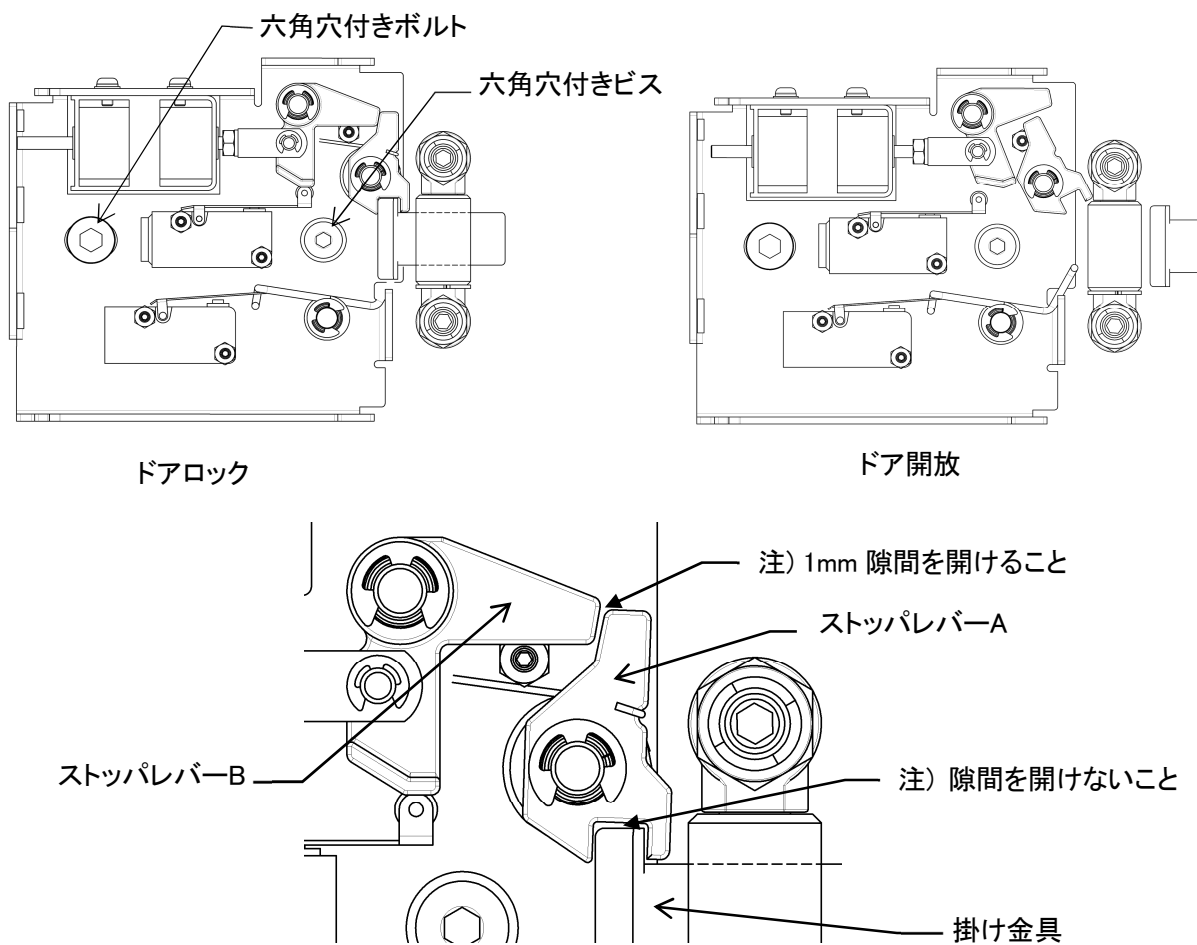

図 8-9
- ・ ドアロック及びドア開放時、図 8-9 の様になっています。
- ・ ドアロック時、ストッパレバーA、B と掛け金具が図 8-9 の様にかみ合う位置に来る様に六角穴付きボルトと六角穴付きビスを緩めドアロック部を左右にずらし調整します。